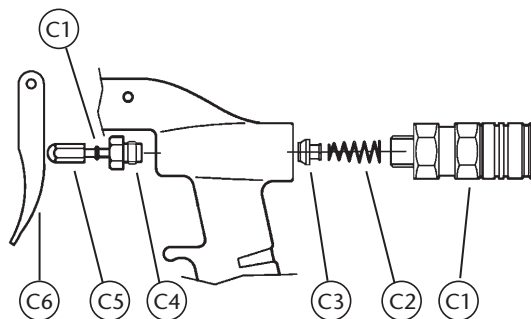

Fig. 3
1. Schnell-Kupplung (C1) abschrauben (Bild 3).